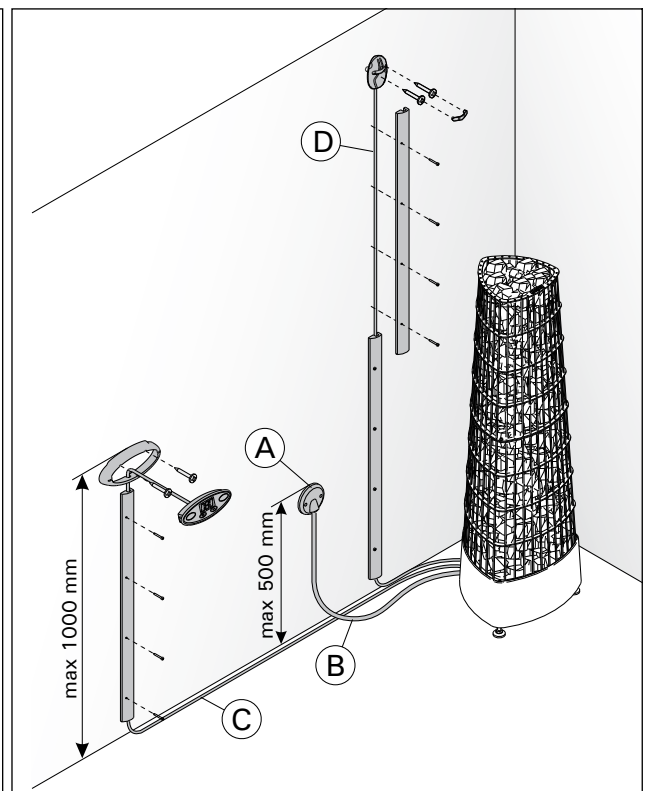

Рисунок 6. Кабели
- Каменка гибким проводом подсоединяется к соединительной коробке (рис. 6: A) в стене сауны. Соединительная коробка должна быть брызгозащищенной и находиться на расстоянии не более 500 мм от пола.
- В качестве кабеля (рис. 6: B) следует использовать резиновый кабель типа HO7RN-F или подобный. **ВНИМАНИЕ! Использование изолированного ПВХ кабеля запрещено вследствие его разрушения под воздействием тепла.**
Закрепите панель управления следующим образом (см. рис. 6):